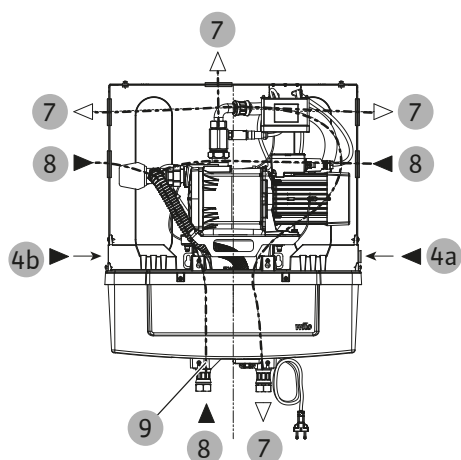

Fig. 14: Hydraulické prípojky
- Prípojku pre rozvod úžitkovej vody (prevlečná matica G 1") (Fig. 14, pol. 7).
- Vodovodné potrubie (G 3/4") (Fig. 14, pol. 4, resp. kapitola Otočenie prípojky vodovodnej vody [► 24] pol. 4a alebo 4b).
Naliehavo odporúčame použiť spojenie s flexibilnou hadicou v kombinácii s uzatváracou armatúrou. Spojenie s doplňovacím ventilom (Fig. 14, pol. 4) by malo byť zrealizované ako plošne tesniace a za použitia prevlečnej matice.
- Nasávacie potrubie od cisterny (prevlečná matica G 1") (Fig. 14, pol. 8).
- Spojte prípojku prepadu (Fig. 14, pol. 9) pre malé priesaky s hadicou prepadu (zaistí zákazník, vnútorný priemer  $\varnothing$  19 – 21 mm) (Fig. 2, pol. 29)
Prítok vodovodnej vody (Fig. 1, pol. 4) je sériovo namontovaný na pravej strane (Fig. 14, pol. 4a) doplňovacej nádrže. Na uľahčenie inštalácie je možné zmeniť umiestnenie prítoku na ľavú stranu (Fig. 14, pol. 4b).